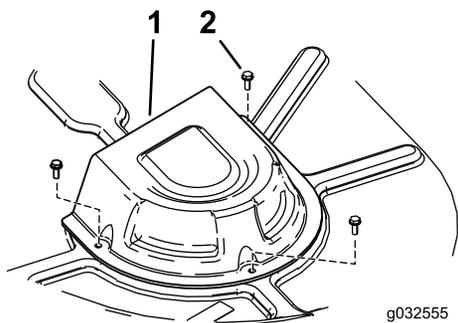

Figura 73
4. Togliete i coperchi delle pulegge (Figura 73).